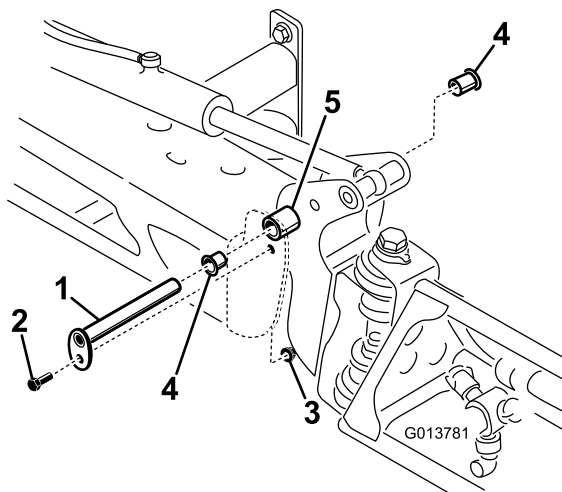

Figura 94
3. Con el peso del brazo apoyado, retire el perno y la tuerca que fijan el pasador de giro al conjunto del brazo (Figura 94).
4. Retire el pasador de pivote (Figura 94).
6. Retire los casquillos de nylon desde delante y desde detrás del soporte del pivote e inspecciónelos (Figura 94).
8. Instale el conjunto de brazo y soporte del pivote en el bastidor central, alineando los orificios (Figura 94).